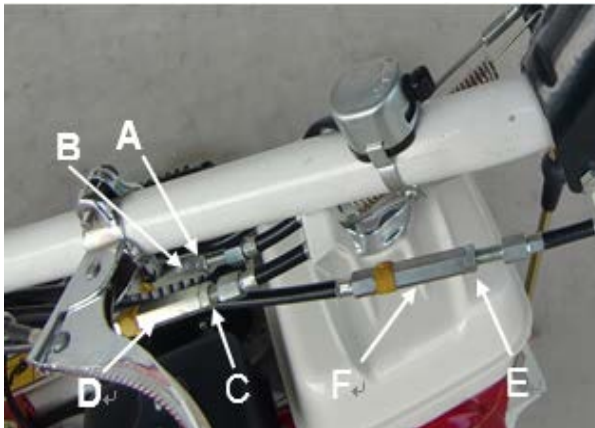

Figure 18
- Si la machine ne s'arrête pas quand le levier d'embrayage est relâché, réglez le câble de tension comme suit : dévissez l'écrou de blocage A (Figure 18) et dévissez la vis B (Figure 18). Essayez de déplacer la machine de nouveau. Réglez de nouveau si nécessaire. Quand le réglage est effectué, revissez le contre-écrou revissez le contre-écrou de blocage sur l'écrou B.
- Si la machine ne bouge pas quand vous appuyez sur la manette d'avancement, réglez le câble de commande comme suit : dévissez le contre écrou C (Figure 18) et dévissez la vis D (Figure 18). Essayez de déplacer la machine de nouveau. Exécutez le réglage de nouveau si nécessaire. Quand le réglage est correct, revissez le contre-écrou de blocage sur l'écrou D.
- Dévissez l'écrou de bloquage (E, Figure 18, 19).